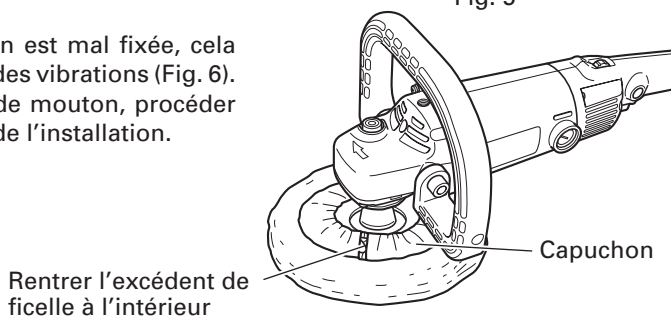

Fig. 6
- Si la peau de mouton est mal fixée, cela risque de provoquer des vibrations (Fig. 6).
- (4) Pour retirer la peau de mouton, procéder dans l'ordre inverse de l'installation.